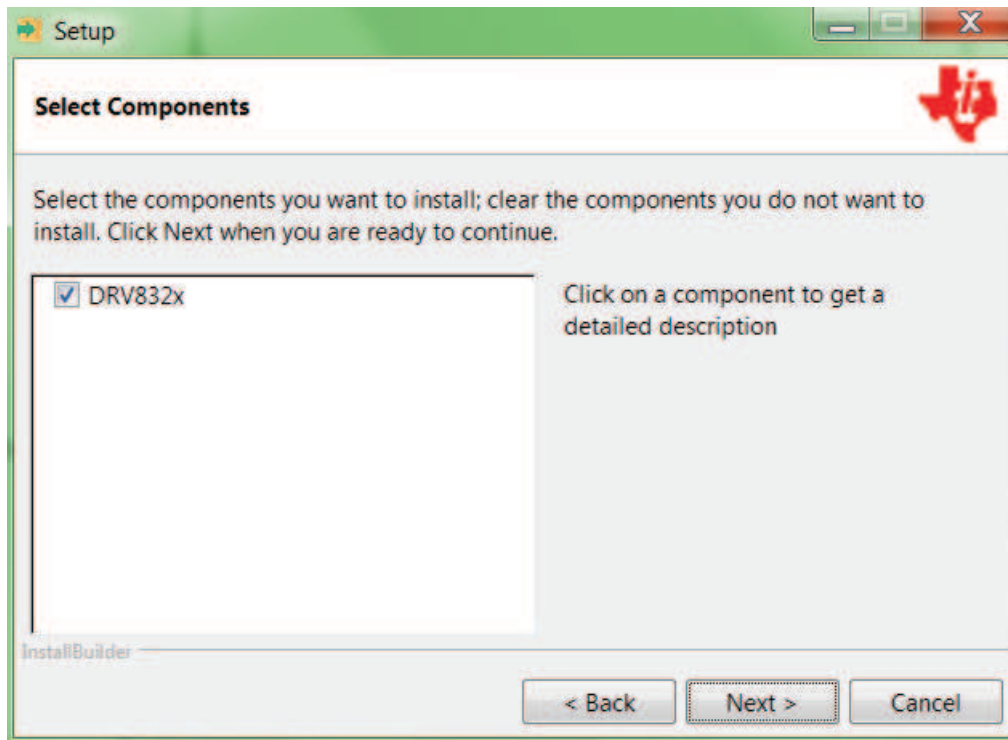

図 19. インストールするコンポーネントの選択
- Step 6. インストールする各DRV8xコンポーネントを選択します(図 19を参照)。